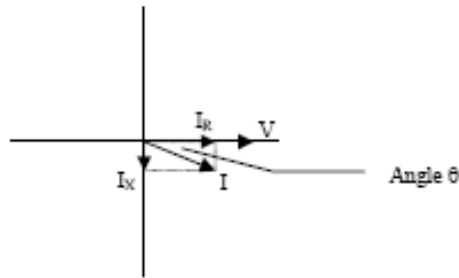

Figura D.9: Voltaje y corriente compleja
■ La energía verdadera (y la energía) es el componente de la energía que es la combinación del voltaje y del valor de la corriente correspondiente que es directamente en fase con el voltaje. Sin embargo, en práctica real la corriente total casi nunca es en fase con el voltaje. Puesto que la corriente no es en fase con el voltaje, es necesario considerar el componente en Fase y el componente que está en la cuadratura (angular rotada 90 o perpendicular) al voltaje. La figura D.9 demuestra un voltaje y una corriente monofásicos y rompe la corriente en sus componentes en fase y de la cuadratura.
La corriente de la cuadratura puede retrasarse el voltaje (según lo demostrado en la figura D.9) o puede conducir el voltaje. Cuando los retrasos de la corriente de la cuadratura el voltaje la carga son el requerir verdadero accione (los vatios) y la energía reactiva (VARs). Cuando la corriente de la cuadratura conduce el voltaje que la carga está requiriendo la energía verdadera (vatios) pero está entregando la energía reactiva (VARs) nuevamente dentro del sistema; ése es VARs está fluyendo en la dirección opuesta del flujo de energía verdadero.
La dislocación 2ϵ del $PF = \delta\epsilon \lambda\epsilon\eta\upsilon\gamma\alpha \rho\omicron\mu\alpha\nu\alpha$, donde $\epsilon\sigma\tau$ el ángulo el 2ϵ entre el voltaje y la corriente (véase a Fig. D.9).